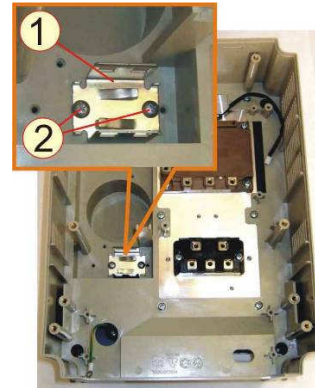

Рис.6.25
**6.15.1** Выкрутить два самонарезающих винта 2, снять скобу 1 (рис.6.25). Положить винты и скобу в тару.